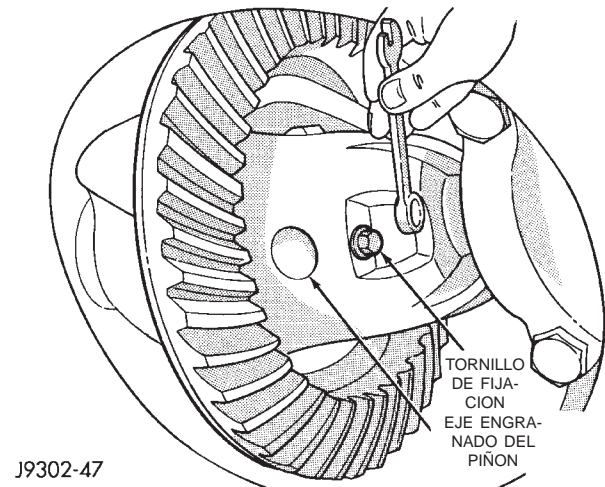
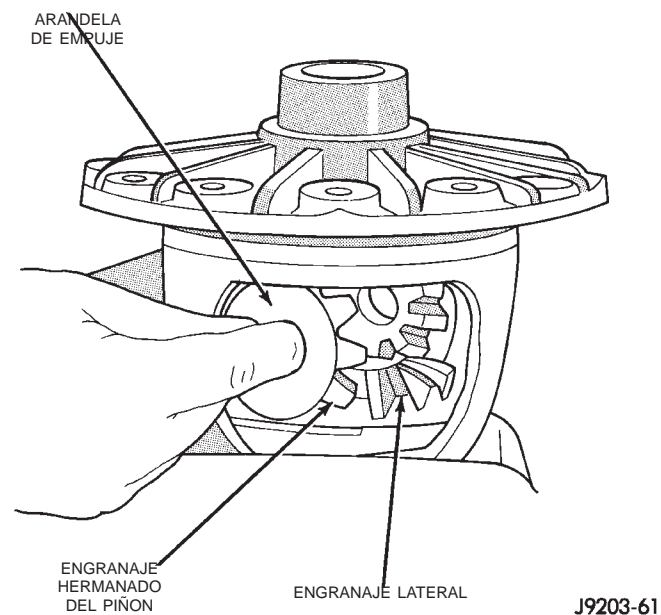

Fig. 61 Tornillo de fijación del eje engranado del piñón
Fig. 62 Desmontaje de los engranajes hermanados del piñón
(1) Retire el tornillo de fijación del eje engranado del piñón (Fig. 61).
(2) Retire el eje engranado del piñón.
(3) Gire los engranajes laterales del diferencial y retire los engranajes hermanados del piñón y las arandelas de empuje (Fig. 62).